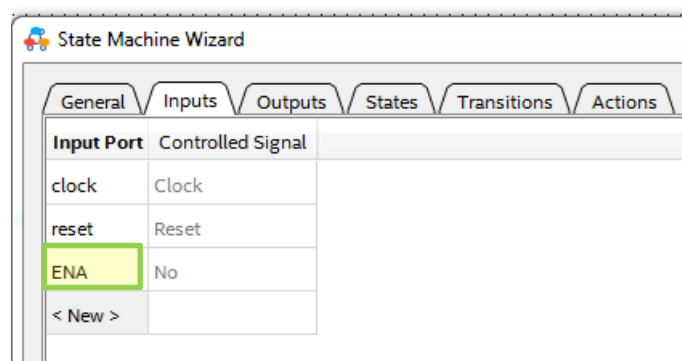

Рис. 16 Задание входных сигналов конечного автомата
4.4. На вкладке **Inputs** кликните левой кнопкой мыши по надписи «**New**» в колонке **Input Port** и введите имя **ENA** (рис. 16).